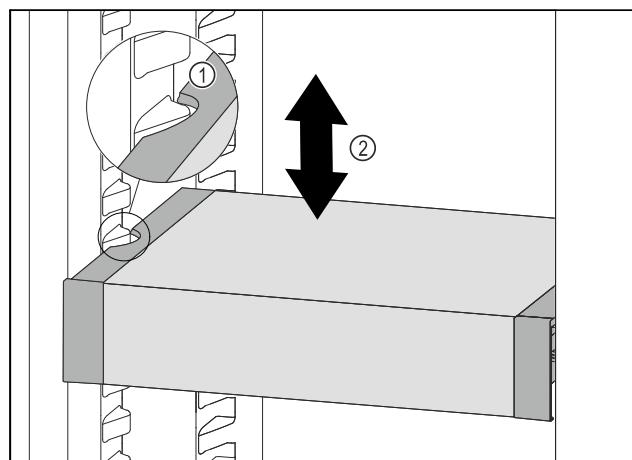

Fig. 87
- Изтеглете VarioSafe напред, докато страницните прорези на VarioSafe се намират на височината на реброто на съда в хладилната част. Fig. 87 (1)
- Преместете VarioSafe нагоре или надолу в хладилната част, докато се достигне желаната височина. Fig. 87 (2)